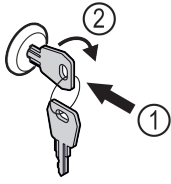

Fig. 146 Ενδεικτική απεικόνιση
- ▶ Πιέστε μέσα το κλειδί Fig. 146 (1).
- ▶ Περιστρέψτε το κλειδί 90° δεξιόστροφα Fig. 146 (2).